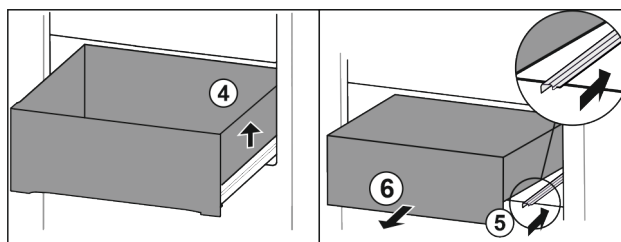

Fig. 91
- ▶ Unieść szufladę po prawej. Fig. 91 (4)
- ▶ Wsunąć prawą szynę. Fig. 91 (5)
- ▶ Wyjąć szufladę do przodu. Fig. 91 (6)